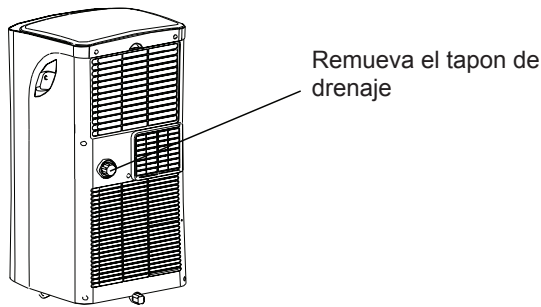

Fig.21
- Durante los modos de deshumidificación, retire el tapón de drenaje de la parte posterior de la unidad, instale el conector de drenaje (5/8 universal hembra) con la manguera de 3/4 (adquirida localmente). Para los modelos sin el conector de drenaje, sólo coloque la manguera de drenaje en el orificio. Coloque el extremo abierto de la manguera directamente sobre el área de drenaje en su piso del sótano. Consulte la Fig. 21 y 22.